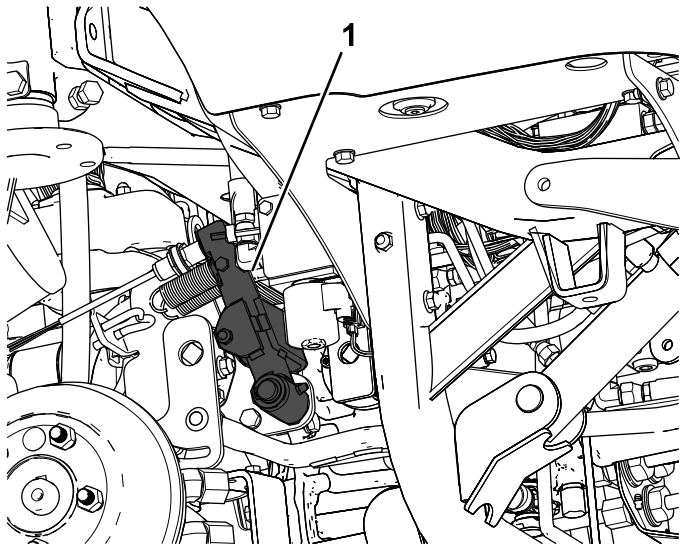
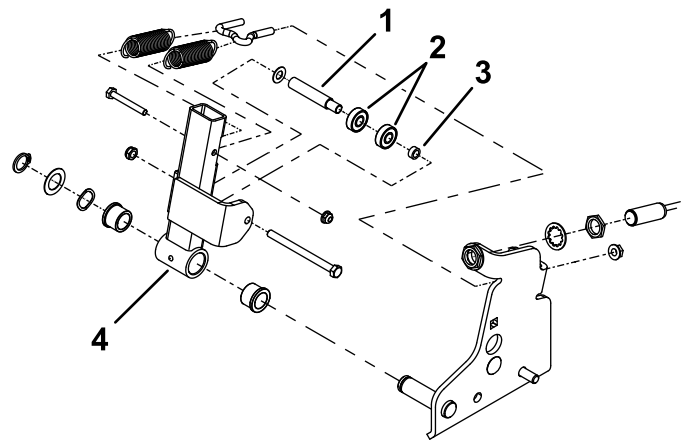

图1
图2
5. 找到并卸下现有的空档臂总成 图1 和图2。
8. 将空档臂总成安装到机器中 图2。